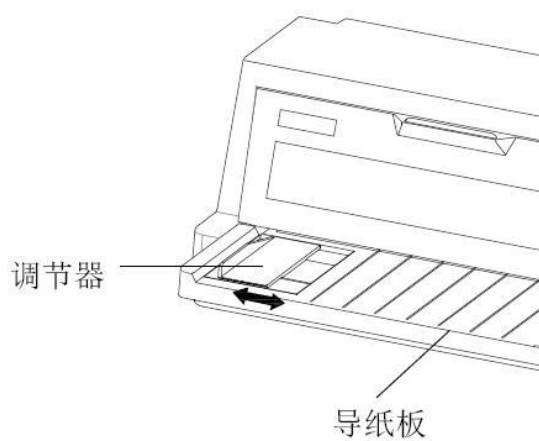

图 2
- 2) 导纸板左侧有一个进纸定位用的调节器,如图2所示,调节器可以左右移动。调节器移动部分有标尺,您可以根据标尺确定打印纸的进纸位置。